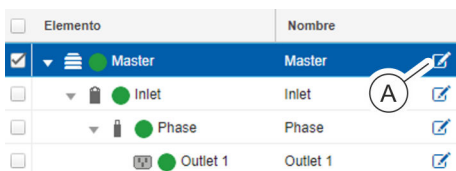

Fig. 98: Seleccionar un elemento
1. → En la columna "Nombre" haga clic en el símbolo del lápiz (Fig. 98/Ⓐ) situado junto al elemento correspondiente.